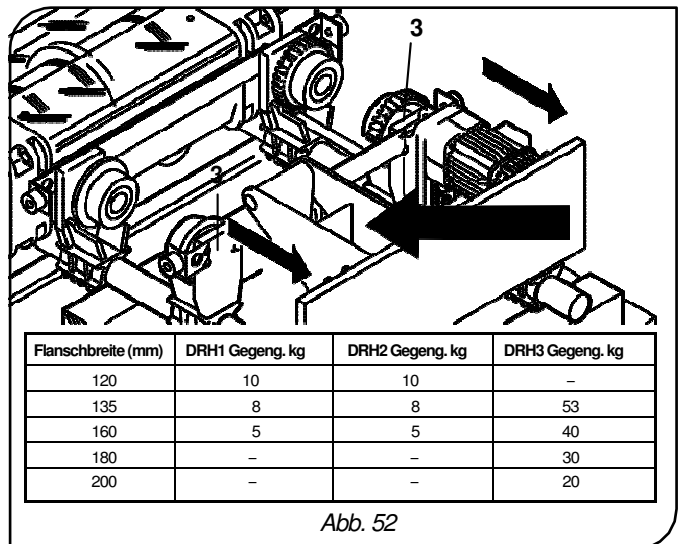

Abb. 52
8. Verschieben Sie beide Platten -3- auf den Stangen -6-, um die voreingestellte Breite zwischen den Laufrädern zu vergrößern und eine Innenbreite zu erhalten, die größer als die Flanschbreite des Trägers ist (Abb. 52).
- ANMERKUNG: In Abb. 52 wird auch die Position eines eventuell vorhandenen Ballasts dargestellt, wie unter Punkt 17 auf Seite 57 beschrieben.
17. **Bei Trägerflanschen wie in Abb. 52 fügen Sie Ballast am Gegengewicht hinzu, um für einen Ausgleich der Einheit E-Zug/Katze zu garantieren.**